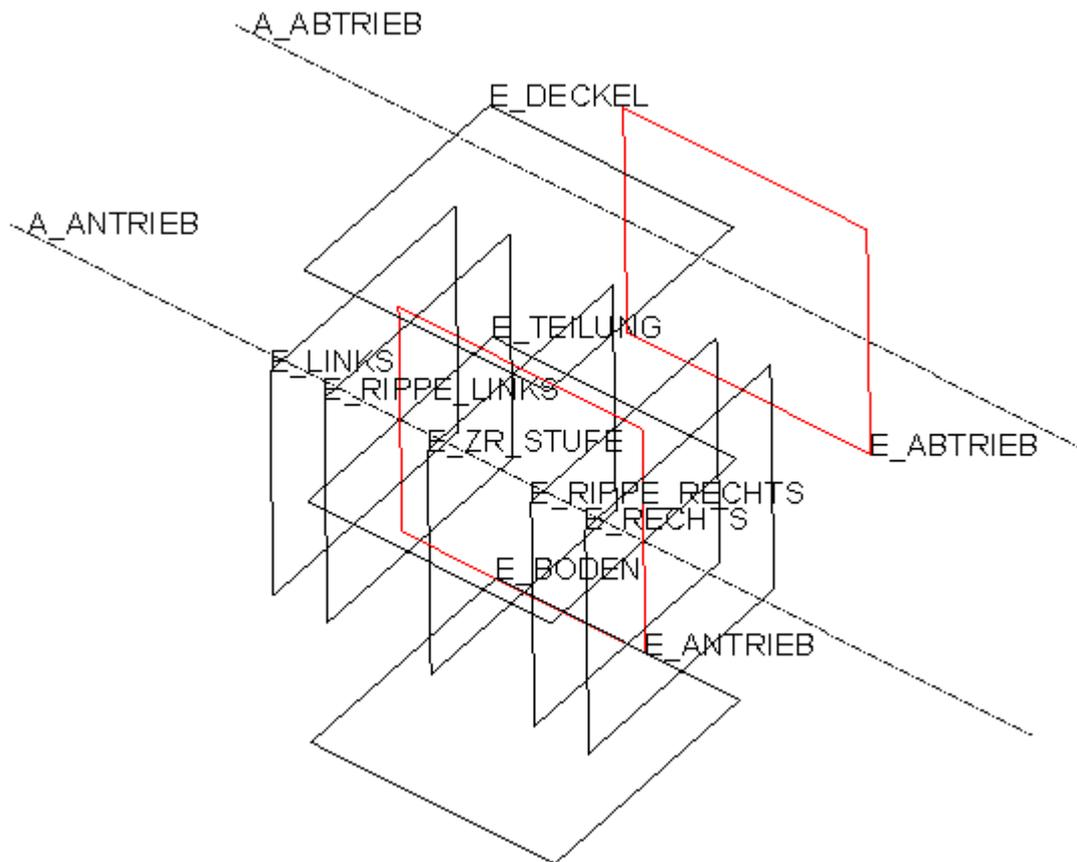

Abb. 1 Ebenengerüst des Gehäuses
- Profil ► Skizzierebene: E\_TEILUNG ► Referenzen: E\_ANTRIEB, E\_RECHTS, E\_LINKS ► Skizze nach Abb. 1 ► Tiefe: Seite 1 bis E\_DECKEL und Seite 2 bis E\_BODEN